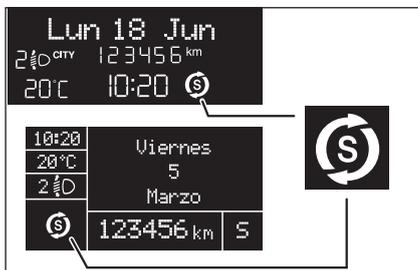

fig. 102
El apagado del motor se señala con la visualización del símbolo (S) fig. 102 en la pantalla.